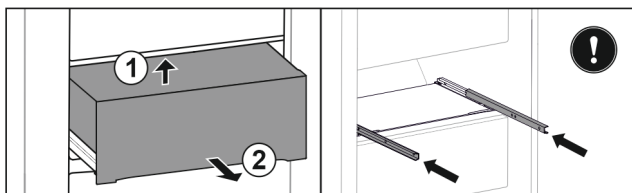

Fig. 37 \*
- ▶ Van achteren aan onderzijde optillen Fig. 37 (1).\*
- ▶ Er naar voren toe uitnemen Fig. 37 (2).\*